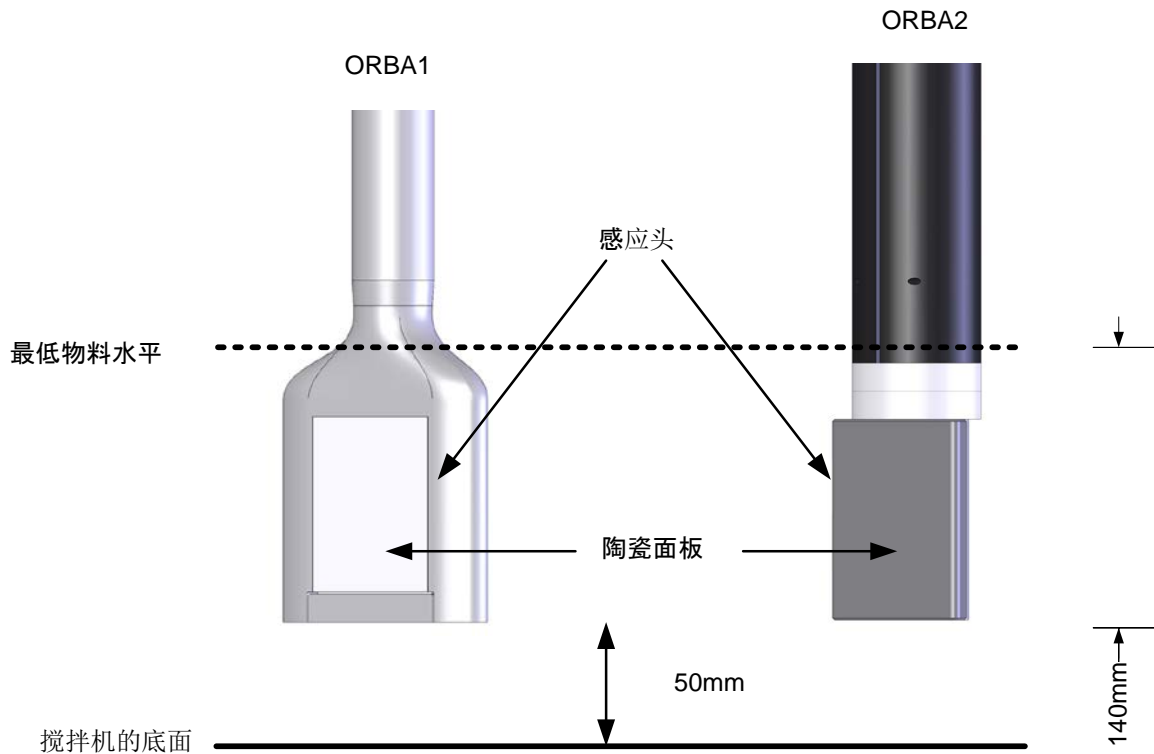

图 13: 设置传感臂的高度
- 传感臂具有多种长度规格。安装传感器时，应在传感臂底侧和搅拌机底面之间留出 50mm 的空隙（图 13）。
为典型应用推荐的高度是搅拌机底面上方 50mm（图 13）。可以使用角度调整器（宽度 50mm）设置此高度。